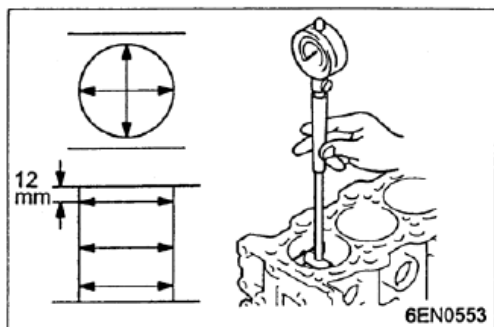

图 5-11
(4) 用量缸表测量每个气缸孔及其圆柱度。如果任何一个气缸严重磨损，应将所有气缸镗大到加大尺寸，并相应地更换活塞和活塞环。测量点见图 5-11 所示。